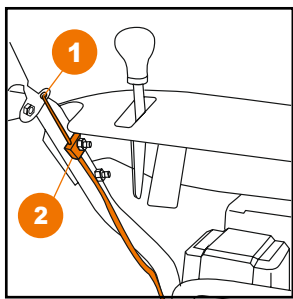

Рис. 6
• Зацепите левый трос привода колес (1) к левой ручке на панели оператора (Рис. 6).
• Закрепите фиксатор рубашки троса (2) к верхнему болту крепления панели оператора (Рис. 6).